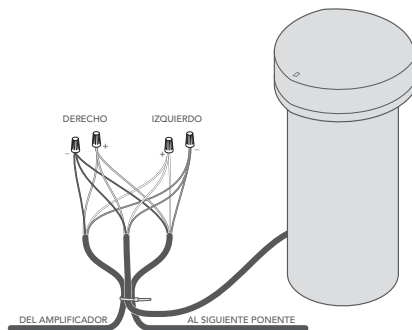

Figura 8
1. Al igual que con la instalación del altavoz satélite, cree un bucle de aproximadamente 10 pulgadas de longitud, tirando del cable desde el lado de la bobina. Deje entre 14 y 16 pulgadas de cable sobrante para que el cable no se retuerza ni se tense al cubrirlo con tierra en la zanja. Utilice una brida de alambre para sujetar el lazo del cable en su lugar y proporcionar alivio de tensión (ver figura 8).